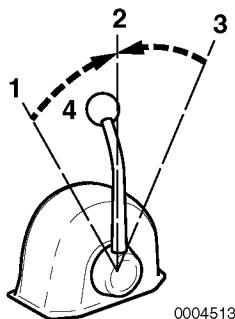

Figura 2
Use la manivela del regulador (**Figura 2, (4)**) para controlar la aceleración y la desaceleración. Mueva la manivela lentamente.
2. Al mover la manivela entre ADELANTE (**Figura 2, (1 o 3)**) y ATRÁS (**Figura 2, (3 o 1)**), mueva la manivela a PUNTO MUERTO (**Figura 2, (2)**) y espere antes de cambiar lentamente a la posición deseada. NUNCA cambie bruscamente de AVANCE a ATRÁS o viceversa.